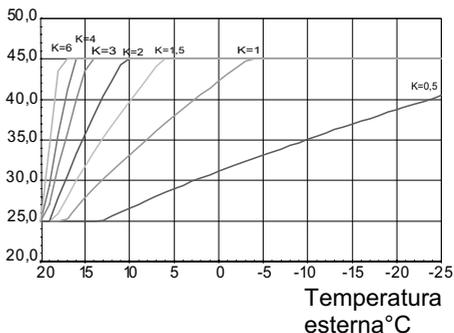

Figura 4.21
- Settare il trimer P1 secondo il coefficiente K calcolato Figura 4.21.
La Figura 4.21 indica l'andamento della temperatura di mandata impianto rispetto alla temperatura esterna al variare del "set K".